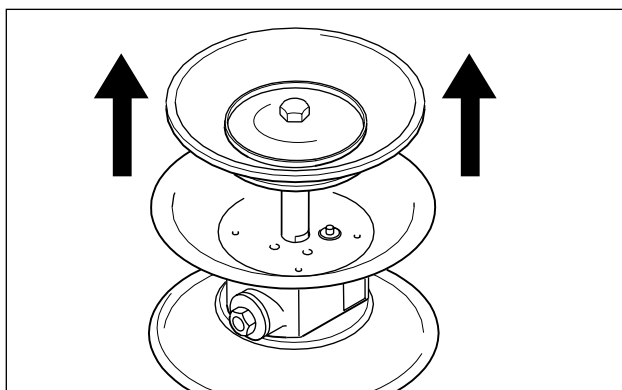

Fig. 11: Estrazione dell'asta dello stantuffo.
- Estrarre l'asta dello stantuffo con il secondo diaframma dal blocco centrale e smontare il secondo diaframma come descritto precedentemente (Fig. 11).